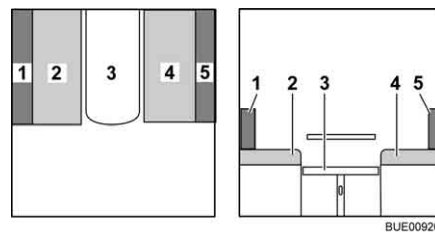

Bild 87 Under ombyggnaden
- Tag bort ryggdynan (Bild 87,5) och lägg den åt sidan.
- Lägg sittdynan (Bild 87,2) i mitten.